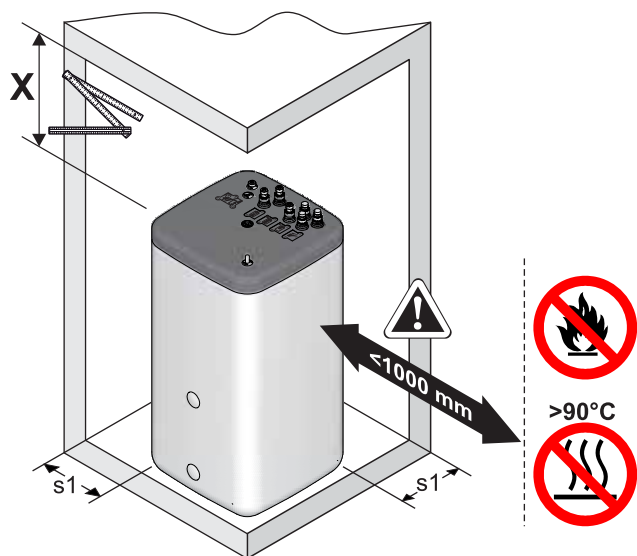

Bild 3-2 Warmwasserspeicher aufstellen (dargestellt am EKHWP)
**Empfohlener Abstand** zur Wand (s1):  $\geq 200\text{ mm}$  (Bild 3-2).